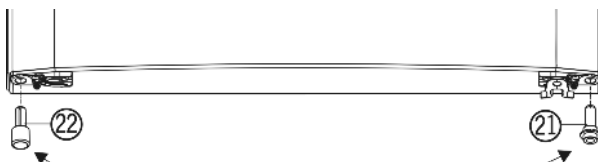

Fig. 5
- ▶ Linksonder de afstandhouder Fig. 5 (22) uit de deur verwijderen.
- ▶ De afstandhouder Fig. 5 (22) weer rechtsonder in de deur plaatsen.